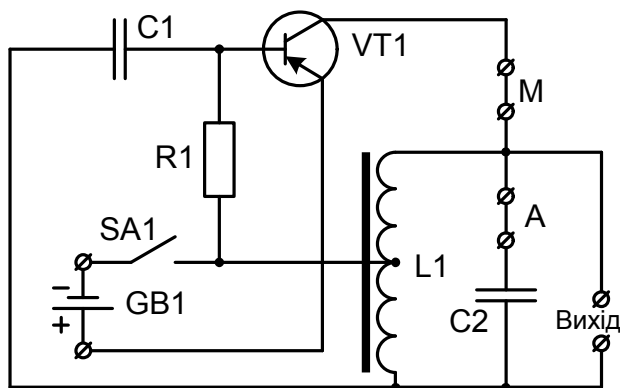
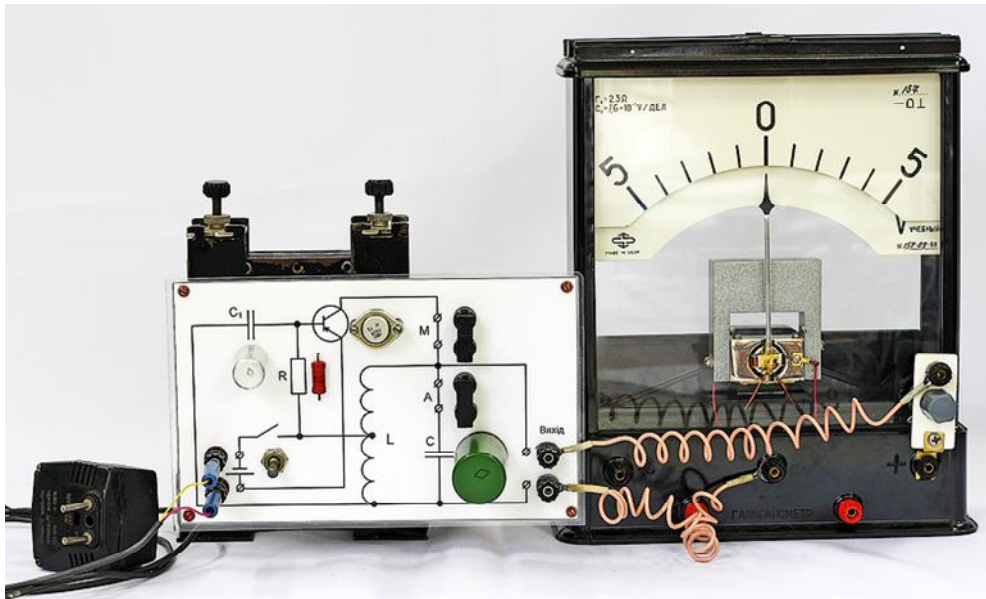

Рис. 3
Рис. 4
**Генератор повільних коливань** є саморобним приладом. Принципову схему генератора наведено на рис. 3, зовнішній вид генератора з приєднаним до його виходу демонстраційним вольтметром зображено на рис. 4.
Генератор простий у виготовленні і ефективний у використанні. На схемі рис. 3 позначено: L – дросельна котушка на замкнутому осерді від шкільного універсального транс-форматора (котушка коливального контуру); C2 – електролітичний конденсатор ємністю 2000 мкФ з робочою напругою 25 В і більше (конденсатор коливального контуру); низькочастотний транзистор середньої потужності (типу П 303, П 601); резистор R1 опором 3 ÷ 10 кОм. Зворотній зв'язок здійснюється через конденсатор C1 ємністю 500 ÷ 1000 мкФ. Клеми А та М використовуються для вмикання амперметра під час вивчення роботи власне генератора. Живлення генератора здійснюється від не стабілізованого випрямляча, що забезпечує напругу 5 ÷ 9 В.
Для зручності користування генератор змонтований на панелі, яка кріпиться безпосередньо на дросельну котушку. Монтажна схема відповідає принциповій, що полегшує розуміння учнями принципу роботи генератора (рис. 4).